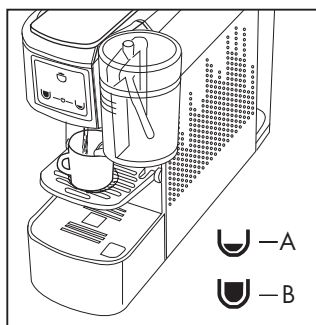

Fig. 11
Pulse una de las teclas de dispensación (A) o (B) de acuerdo con sus gustos (**Fig. 11**)